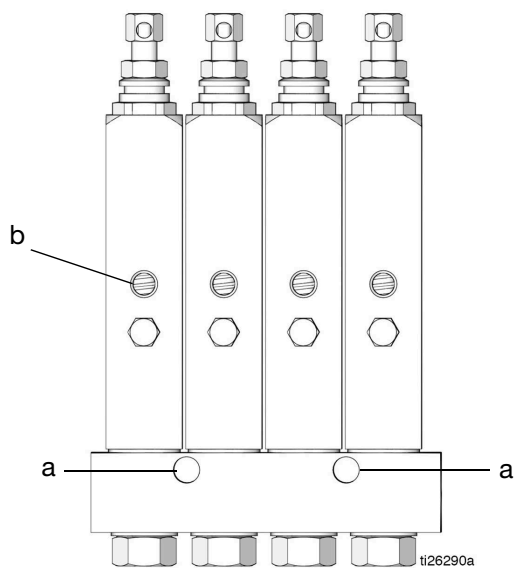

Рис. 1: Инжектор модели GL-1 X
Буквенные обозначения, используемые в дальнейших инструкциях, относятся к Рис. 1.
3. Установите инжекторы на плоскую, твердую поверхность, используя отверстия (a) (Рис. 1) в распределительном блоке.